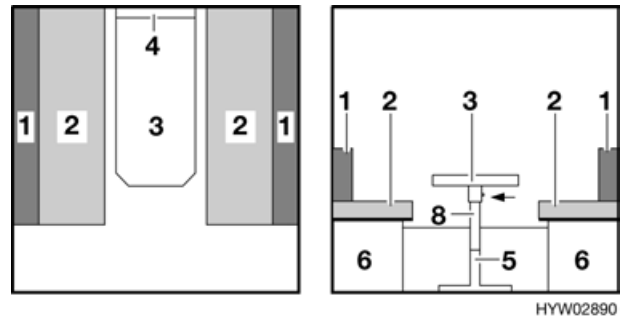

Bild 40 Vor dem Umbau
- Sitzpolster (Bild 40,2) aufrecht stellen.
- Tischplatte (Bild 40,3) vorne leicht anheben.
- Aus Tischfuß Steckfuß (Bild 40,5) nach unten herausziehen und beiseite legen.
- Tischfuß (Bild 40,8) aus Arretierung lösen und nach oben an die Tischunterseite klappen.